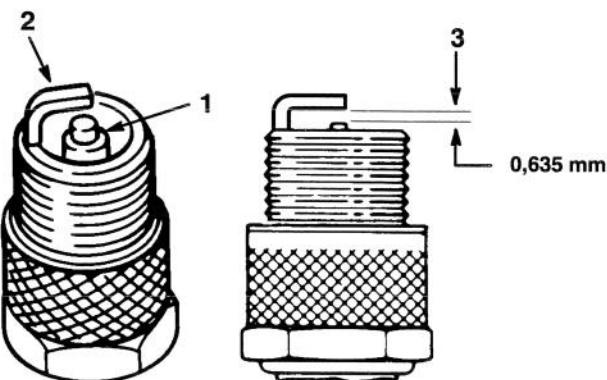

Figure 22
1. Inspecter le centre des bougies (Fig. 22). Si le bec de l'isolateur est recouvert d'un léger dépôt gris-brun, le moteur fonctionne correctement. S'il est couvert d'un dépôt noir, c'est généralement signe que le filtre à air est encrasé.
2. Contrôler l'écartement entre l'électrode centrale et l'électrode latérale (Fig. 22). Courber l'électrode latérale (Fig. 22) si l'écartement est incorrect.